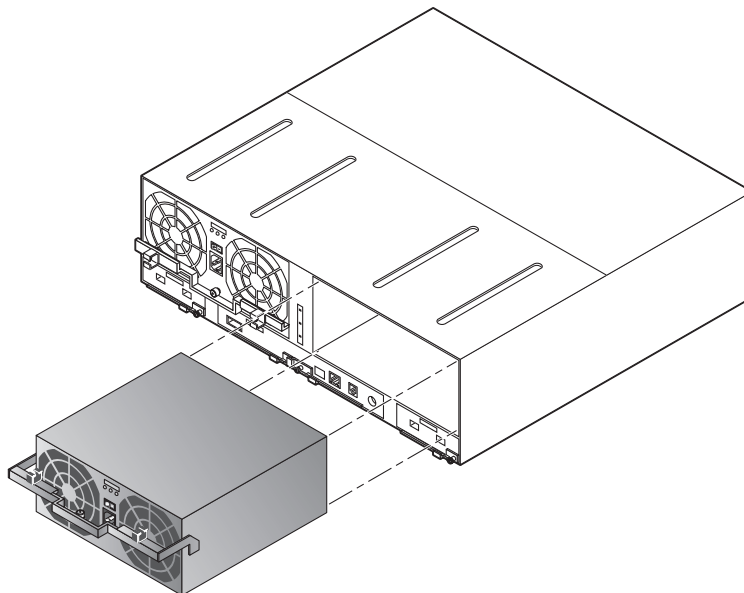

FIGURE 6-10 Retrait de l'UAR
5. Dégagez l'UAR de son connecteur en tirant sur la poignée (FIGURE 6-10).